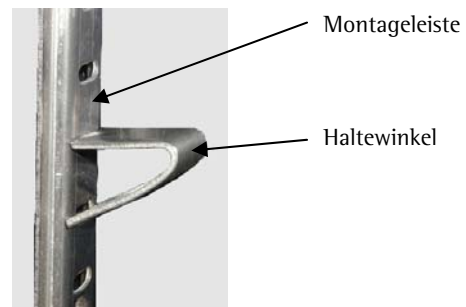

Abb. 8: Montierter Haltewinkel
2. Drücken Sie nun den Haltewinkel zusammen und lassen Sie das untere Ende des Haltewinkels – eine Aussparung tiefer – in die Montageleiste einrasten (s. Abb. 8).